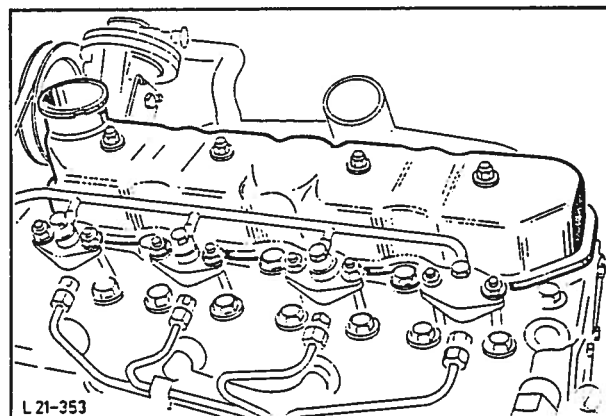

Fig. 141 Demontering av toppdeksel.
2. Ta av toppdekslet (4 muttere), fig. 141 og demonter forsiktig vippearmakselen (4 muttere, 2 bolter). Ta ut stotstengene.